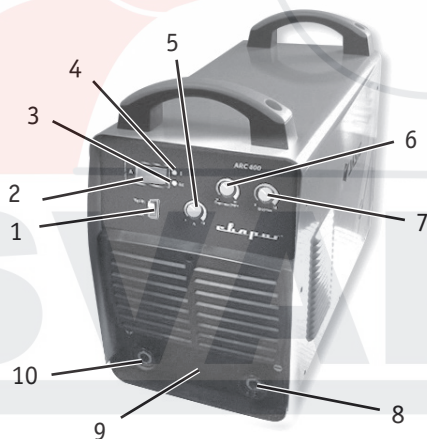

Рис. 1.1
2. Подсоедините сварочные кабели. На передней панели сварочного аппарата имеется две панельные розетки «+» и «-» (8 и 10) (**рис. 1.1**). Существует два способа подключения сварочных принадлежностей:
4. Установите способ сварки ММА с помощью регулятора (1) (**рис. 1.1.**).
5. Установите требуемую величину сварочного тока с помощью регулятора (5) (**рис. 1.1**) Устанавливайте значения сварочного тока, в зависимости от диаметра электрода, типа материала, требований технологического процесса и нормативной документации
6. Установите значение «горячего старта» (6) (**рис. 1.1**). Регулируя величину «горячего старта» добейте, чтобы зажигание дуги происходило легко, с одного касания, а электрод не прилипал к металлу.
7. Установите значение «форсажа дуги» (7) (**рис. 1.1**). Регулятор форсажа дуги служит для облегчения процесса сварки, особенно при малых значениях сварочного тока, установите значение форсажа дуги в зависимости от конкретных условий сварки.
Аппараты данной серии предусматривают возможность подключения пульта дистанционного управления. При использовании пульта дистанционного управления, подключите кабель дистанционного управления в соответствующий разъем в нижней части передней панели сварочного аппарата (9) (**рис. 1.1**) и зафиксируйте его.
1. Выберите режим TIG на передней панели аппарата. (1) **(рис. 1.1)**.
2. Вставьте разъем горелки со специальным силовым наконечником с подводом газа в соответствующий разъем со знаком «-» (8) **(рис. 1.1)** на панели аппарата, поверните его до упора по часовой стрелке, плотно зафиксируйте.
3. Вставьте обратный кабель в гнездо, помеченное знаком «+» (10) **(рис. 1.1)** на передней панели, закрутите ее по часовой стрелке. Закрепите заземляющий зажим на заготовке.